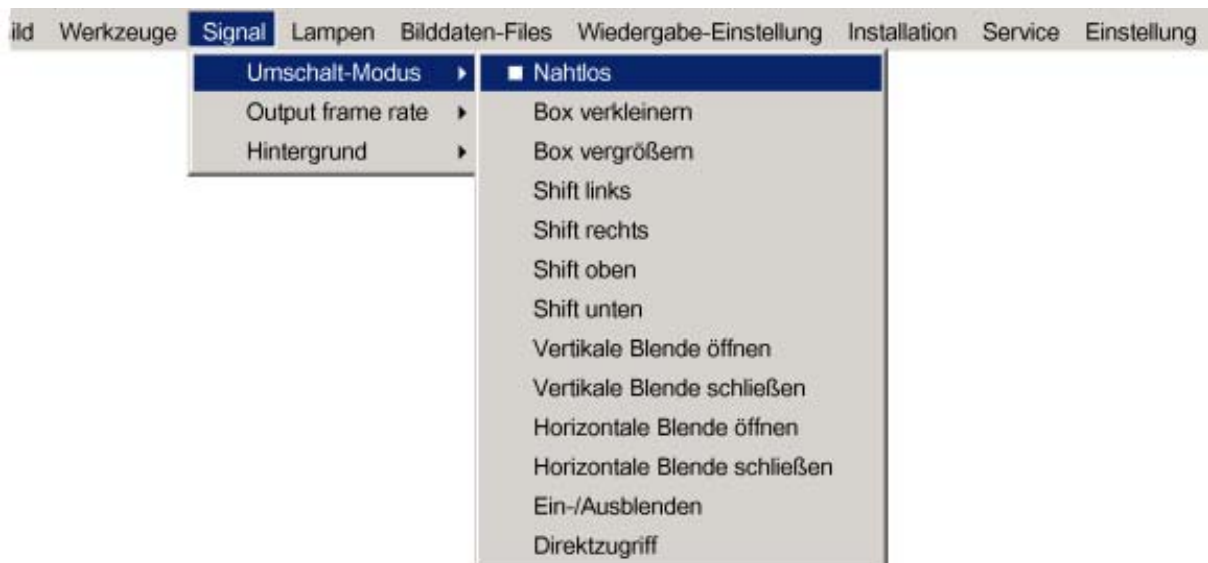

Abbildung 10-1
2. Drücken Sie die Taste → zur Auswahl des Menüs *Signal*. (Abbildung 10-1)